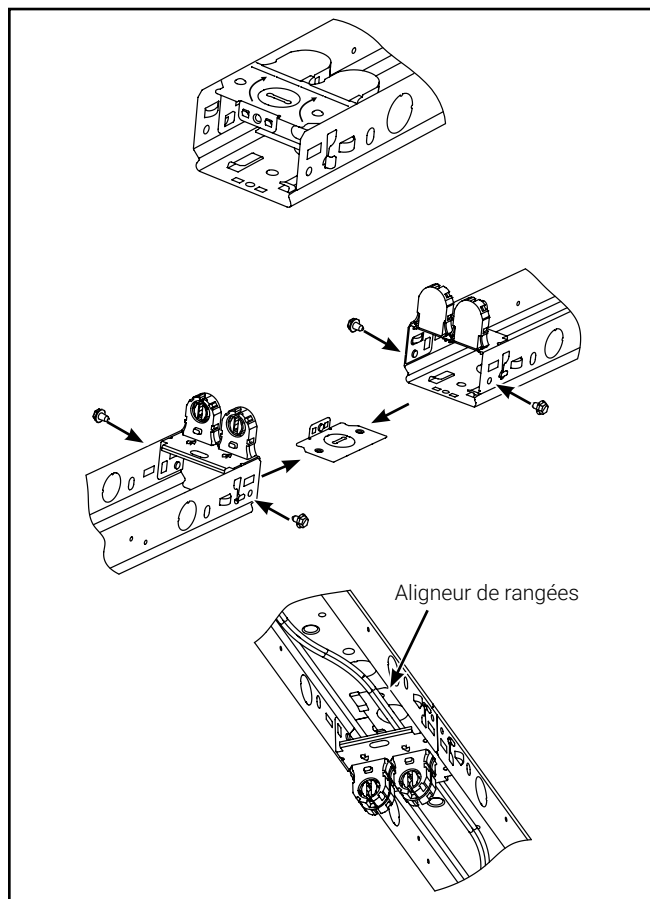

Figure 3.
1. Pliez l'aligneur de rangées et séparez-le du rail pour douilles (Figure 3).